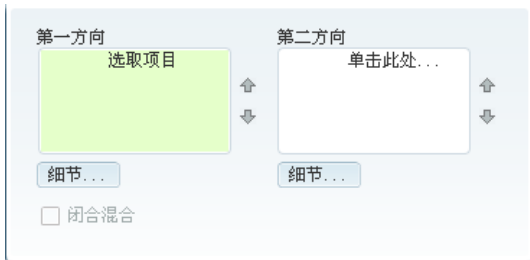
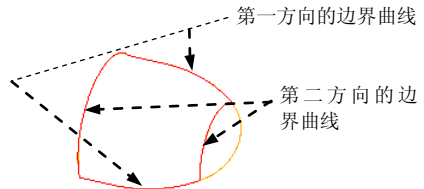

图 6.2.27 “曲线”界面
图 6.2.28 选取边界曲线
Step2. 选取边界曲线。在操控板中单击 **曲线** 按钮，系统弹出图 6.2.27 所示的“曲线”界面，按住 Ctrl 键，选择图 6.2.28 所示的第一方向的两条曲线；单击“第二方向”区域中的“单击此处...”字符，然后按住 Ctrl 键，选择图 6.2.28 所示的第二方向的两条曲线，此时的界面如图 6.2.29 所示。